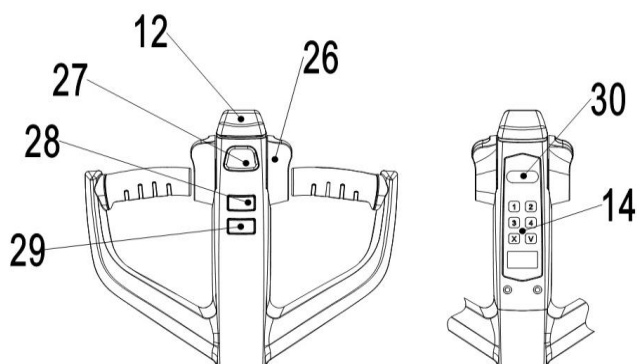
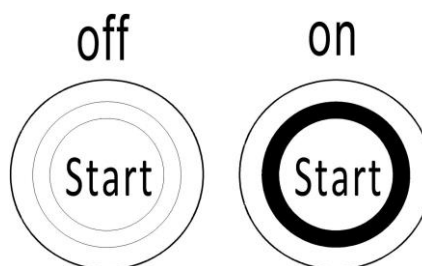
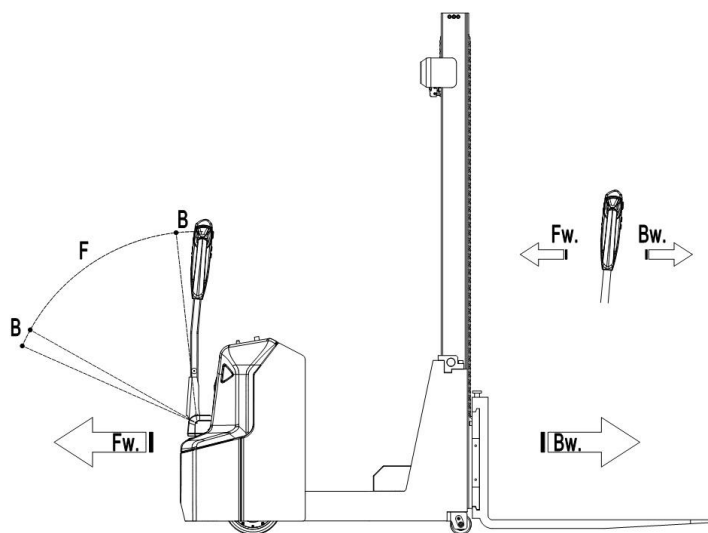

Рис.7: Ручка управления
Рис.8: Кнопка запуска
Рис.11: Направления движения
на PSE06BCB: необходимо проверить, что аварийная кнопка (рис.1, поз. 16) отжата, при необходимости аккуратно потяните ее вверх. Затем введите пароль на ПИН-панели и нажмите кнопку «√». Нажмите на кнопку звукового сигнала (рис. 7, поз. 27) для проверки работы предупреждающего сигнала.
на PSE06NCB: необходимо проверить, что аварийная кнопка (рис.1, поз. 16) отжата, при необходимости аккуратно потяните ее вверх. Затем нажмите кнопку запуска (рис. 8), на ней загорится зеленый свет. Введите пароль на ПИН-панели и нажмите кнопку «√». Для активации также может быть использована карта доступа RFID. Нажмите на кнопку звукового сигнала (рис. 7, поз. 27) для проверки работы предупреждающего сигнала.
PSE06NCB: для выключения штабелера сначала нажмите кнопку запуска (рис. 8), на ней погаснет зеленый свет, а затем нажмите аварийную кнопку (рис. 1, поз. 16).
Для осуществления подъема груза необходимо полностью подъехать под паллет с грузом, нажать и удерживать кнопку подъема (рис. 7, поз. 28), пока не будет достигнута нужная высота подъема.
Если вилы штабелера находятся в стеллажном пространстве, необходимо осторожно отъехать от стеллажа с паллетом или без паллета. Во время движения необходимо удостовериться, что вилы не задевают стеллаж. Для спуска нажмите и удерживайте кнопку снижения (рис. 7, поз. 29).
После того, как проведен запуск штабелера через ПИН-панель, и аварийная кнопка поднята, переведите ручку управления в рабочее положение («F», рис.11).
Отклоните маховики управления в нужном направлении «вперед» («Fw», рис. 11) или «назад» («Bw», рис. 11).
Контролируйте скорость передвижения с помощью маховиков (рис. 7, поз. 26) для достижения требуемой скорости.
Нажмите кнопку замедленного хода (рис. 7, поз. 30) один раз, чтобы включить режим, поверните акселератор для движения на медленной скорости, и нажмите кнопку замедленного хода повторно, чтобы восстановить исходное состояние.
- Переключение маховиков управления (рис. 7, поз. 26) обратно в начальное положение или освобождение маховиков активирует систему торможения. Штабелер тормозит до полной остановки.
- При переключении маховиков управления (рис. 7, поз. 26) из положения «движение в одном направлении» в положение «движение в противоположном направлении», штабелер постепенно тормозит, пока не начнет движение в противоположном направлении.
- Штабелер тормозит, если ручку управления перевести в верхнее или нижнее положение к точкам торможения («В», рис. 11). При отпускании рукоять управления автоматически возвращается в верхнее положение к точке торможения («В», рис. 11). Штабелер будет тормозить, пока не остановится.
- Кнопка противоотката (безопасности) (рис. 7, поз. 12) защищает оператора от получения повреждений и травм. Если эта кнопка включена, штабелер притормаживает и/или начинает движение в противоположном направлении («Вw», рис. 11) на небольшое расстояние и останавливается. Необходимо помнить, что эта кнопка действует, даже если штабелер не едет, но ручка управления находится в рабочем положении.